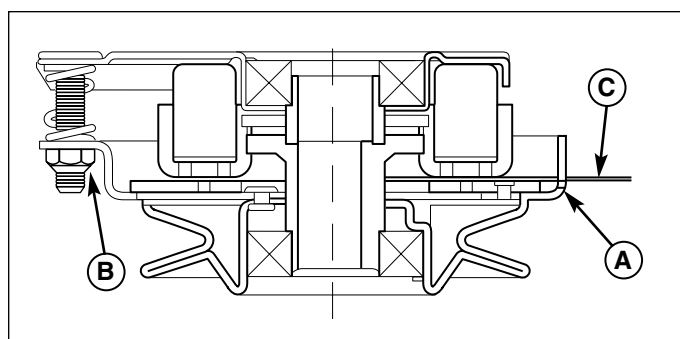

Figure 35. Réglage de l'embrayage de la PDF
3. Insérer une jauge d'épaisseur de 2,5 - 4,0 mm (C) dans chaque orifice en plaçant la jauge entre la face du rotor et la face de l'induit (figure 35).